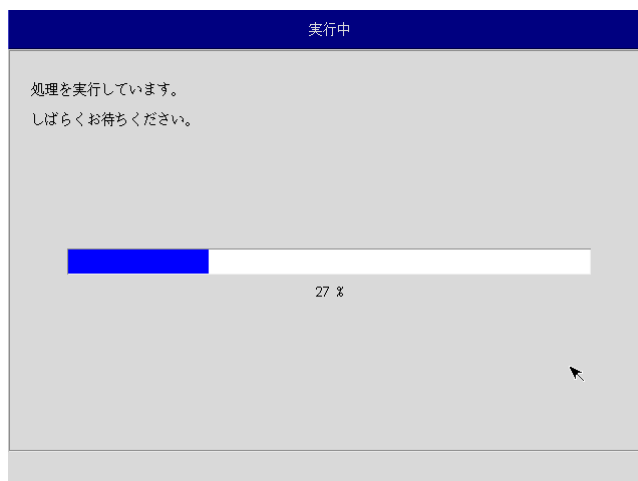

図 6-4-6. 実行中画面
- ⑪ 実行中画面（図 6-4-6）が表示され、処理が開始されます。実行中は DVD ドライブ、保存メディアを外さないでください。また、電源を落とさないようにしてください。